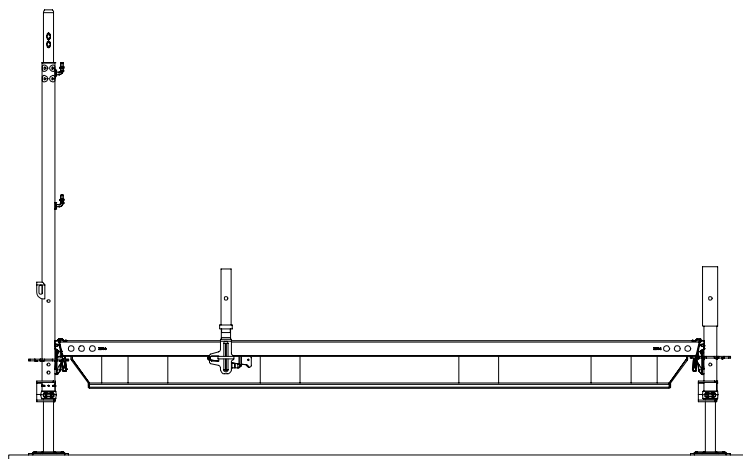

Abb. B2.03
* Nur mit innenliegendem Durchstieg und Leiter möglich. (Abb. B2.03)